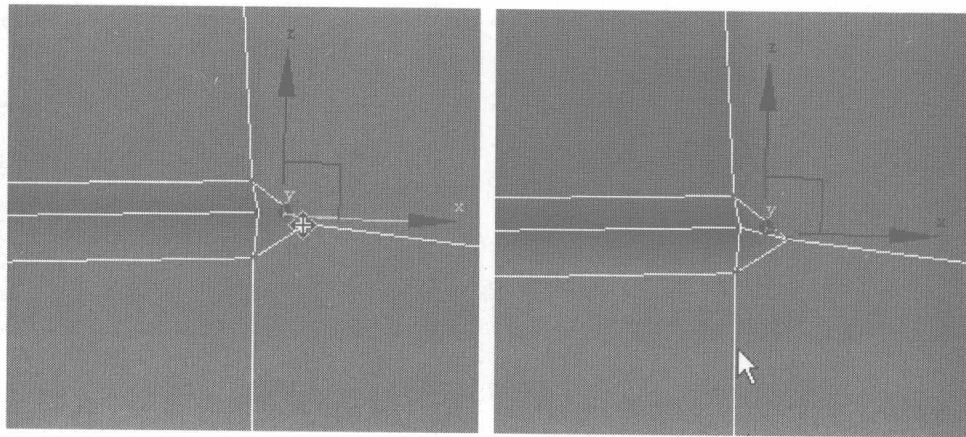
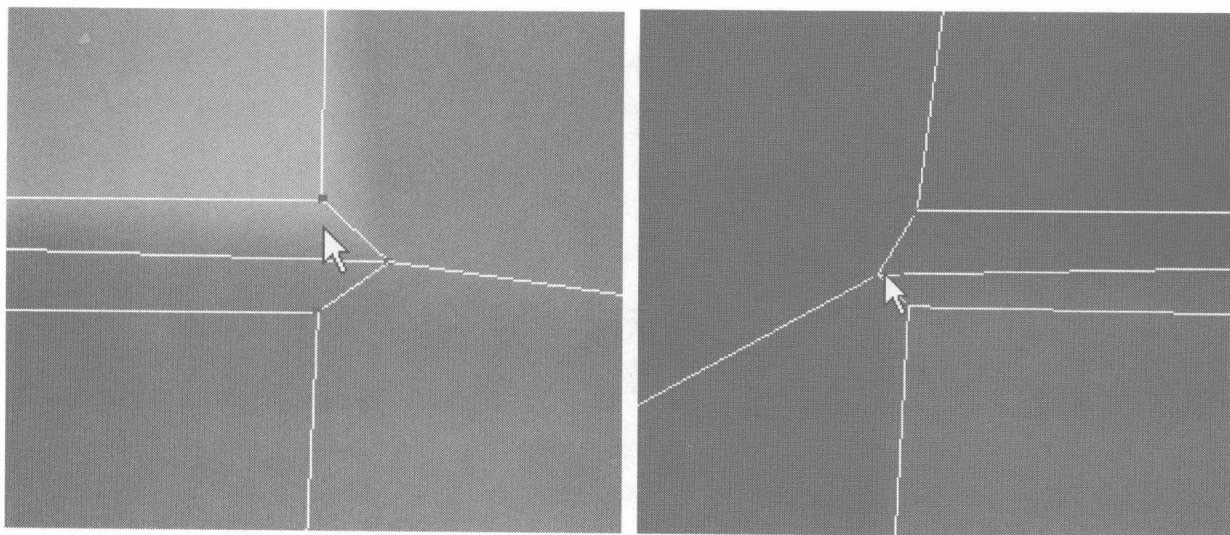

图 7.171
图 7.172
- 17 选择图 7.171 中的两个节点，单击右键，在弹出的快捷菜单中选择 **Connect** 命令，连接两个节点。单击 **Target Weld** 按钮，焊接这两个节点，然后将另一边的节点也进行焊接，如图 7.172 所示。